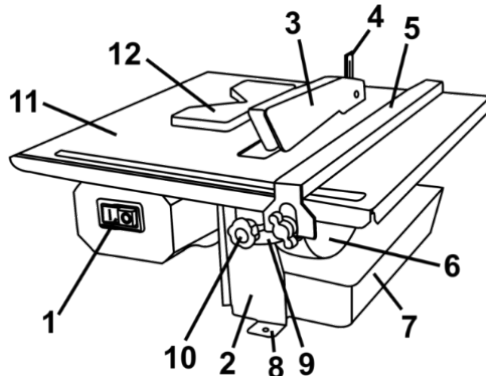

Рисунок 1
2.2.1 Плиткоріз електричний має в складі: основу **(2)** у вигляді трубчастої рами з опорами **(8)**, поворотний робочий стіл **(11)** з запобіжником від заклинення **(4)**, який має можливість нахилу відносно горизонту на заданий кут (до 45°) по шкалі **(9)** з фіксацією його в кутовому положенні фіксатором **(10)**; асинхронний електродвигун змінного струму 220 В, 50 Гц; відрізний диск встановлений на валу двигуна; верхній захисний кожух відрізного диску **(3)**; піддон з водою для охолодження відрізного диску **(7)**; вимикач **(1)** з двома кнопками в одному корпусі – окремо на увімкнення та вимкнення; мережевий шнур з 3-х контактної вилкою для розеток з наявністю контакту захисного заземлення, – згідно рис.1. На робочому столі **(11)** нанесені розмірні шкали та розташовані направляючі для заготовок під час різі: подовжня напрямна планка **(5)** з можливістю перестановки і фіксації болтами на необхідному краю столу та позиціонуючий кутовий упор **(12)** для фіксації прямокутної плитки під час різі по діагоналі.